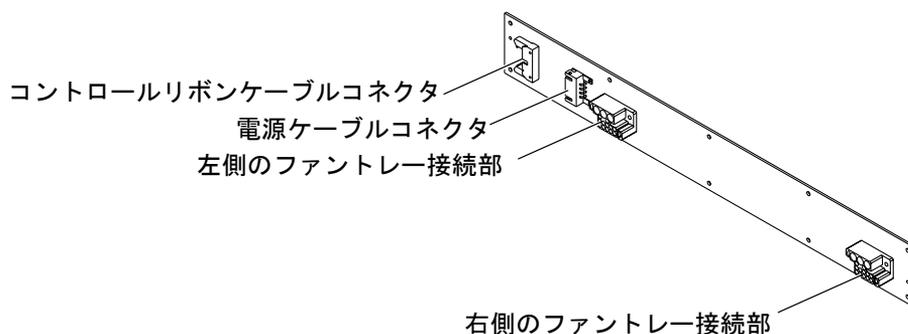

図 14-2 ファンバックプレーンの接続部
5. ファンバックプレーンから、電源ケーブルコネクタおよびコントロールリボンケーブルコネクタを外します。詳細は、図 14-2 を参照してください。
1. 電源コネクタおよびコントロールコネクタが左側になるようにファンバックプレーンを持ち (図 14-2)、ファントレースロットのセパレータ (2 つのファントレーの中央部分) を避けるように傾けてキャビネットに挿入し、取り付け穴に合わせます。
3. ファンバックプレーンに、電源ケーブルコネクタおよびコントロールリボンケーブルコネクタを接続します。詳細は、図 14-2 を参照してください。